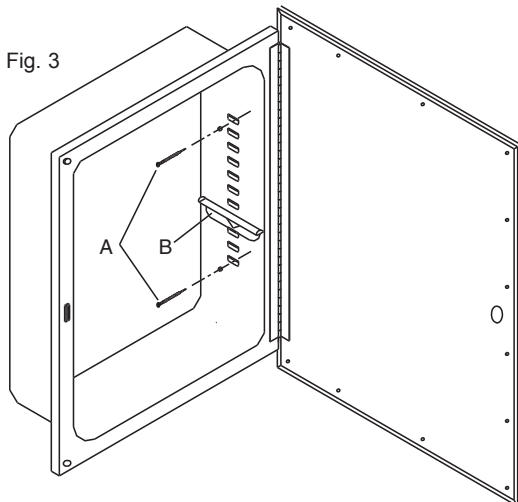

Fig. 3
4. Inserte el gabinete en la abertura de la pared en plomada y la posición centrada. Utilice las esquinas del nivel y de la calza de un carpintero del gabinete en caso de necesidad. Asegure a los pernos prisioneros de la pared a través de los cuatro (4) agujeros de montaje dentro del gabinete (tornillos proporcionados). (Fig. 3-A)
5. Coloque los soportes del estante en las alturas deseadas. Coloque los estantes en los soportes. (Fig. 3-B)